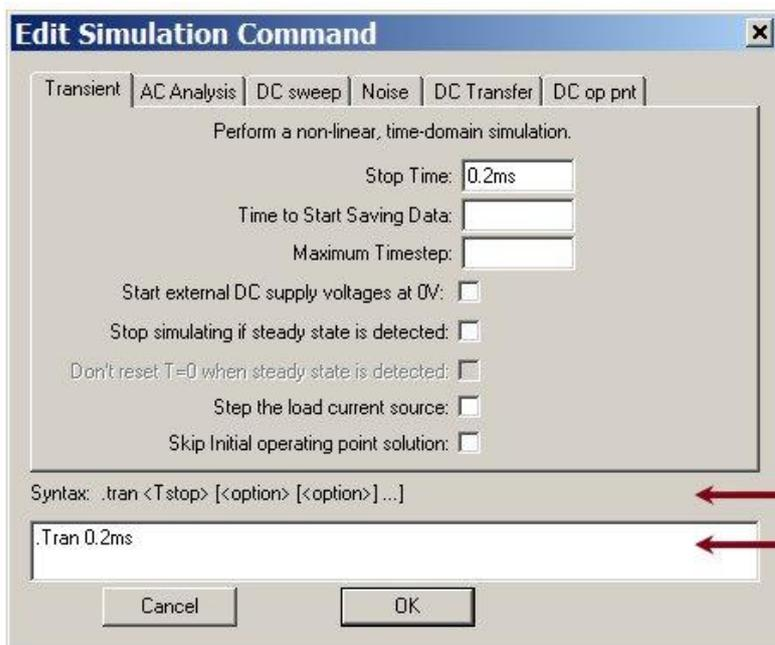

Bild 10:
- In der Schaltung **Bild 5** die Arbeitspunkt-Anweisung `.OP` entfernen und wieder durch die Transienten-Anweisung `.Tran 0.2ms` ersetzen. Hierzu kann auch das LT-SPICE-Fenster zum Editieren der Simulations-Kommandos dienen, siehe **Bild 10**. Zunächst wird für die Art der Analyse